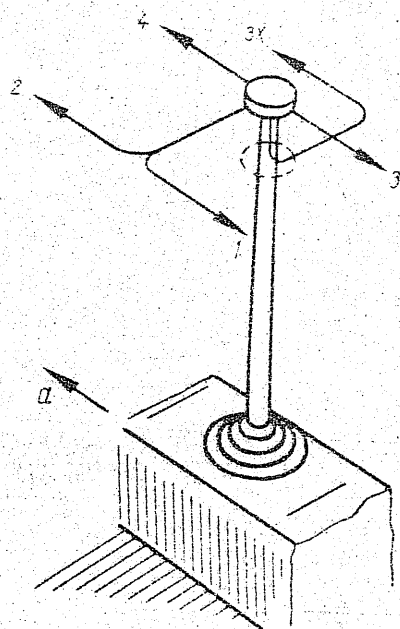

Bild 2. Gangschaltungs-
**Der Gangschalthebel 15** kann fünf Stellungen einnehmen, die dem I., II., III. und IV. Vorwärtsgang und dem Rückwärtsgang (Bild 2) entsprechen.